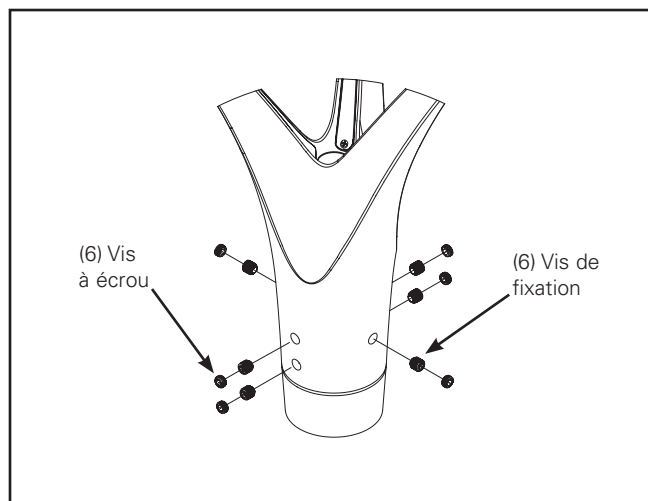

Figure 4.
6. Installez six vis d'ajustement de 3/8-24po x 9,52cm (0,375po) et serrez-les selon un couple de 18,01N-m (160po-lb). (Figure 4.)
7. Installez six vis à écrou de 3/8-24po x 4,76mm (0,1875po) et serrez-les selon un couple de 18,01N-m (160po-lb). (Figure 4.)